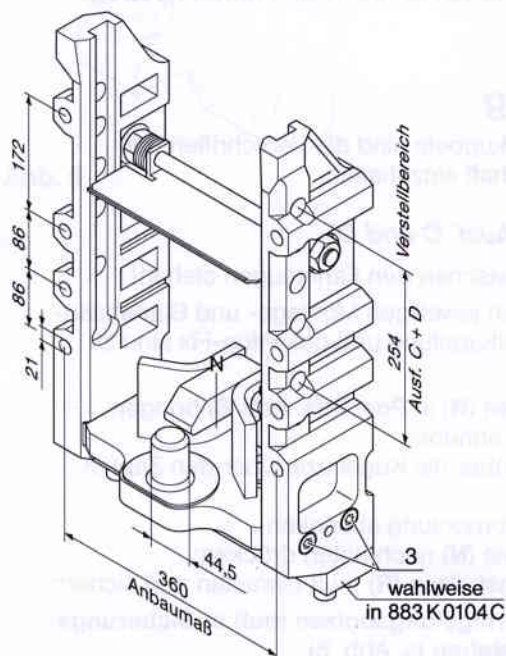

Abb. 2 Ausf. C (übrige Maße wie Ausf. A)
- Anziehdrehmoment der Zylinderschrauben M 16 (3, s. Abb. 2, 3) bei Ausf. C und D: **230 Nm**